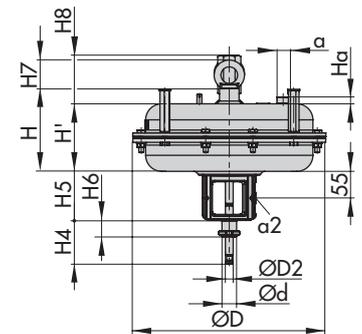

Fig. 23: Tipo 3277
1) Limitación de carrera por ambos lados ver Fig. 23